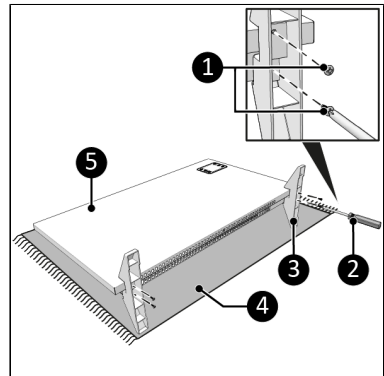

Abbildung 41.
1. Legen Sie das Gerät auf eine stabile weiche Oberfläche (Abbildung 41, Pos. 4).
2. Platzieren Sie die Sockel (Abbildung 41, Pos. 3) an beide Seiten des Hauptkörpers (Abbildung 41, Pos. 5).
3. Schrauben Sie die Sockel fest mit einer kleinen Schraube (Abbildung 41, pos. 1) und einem Kreuzschlitzschraubendreher (Abbildung 41, pos. 2) und ziehen Sie sie fest.